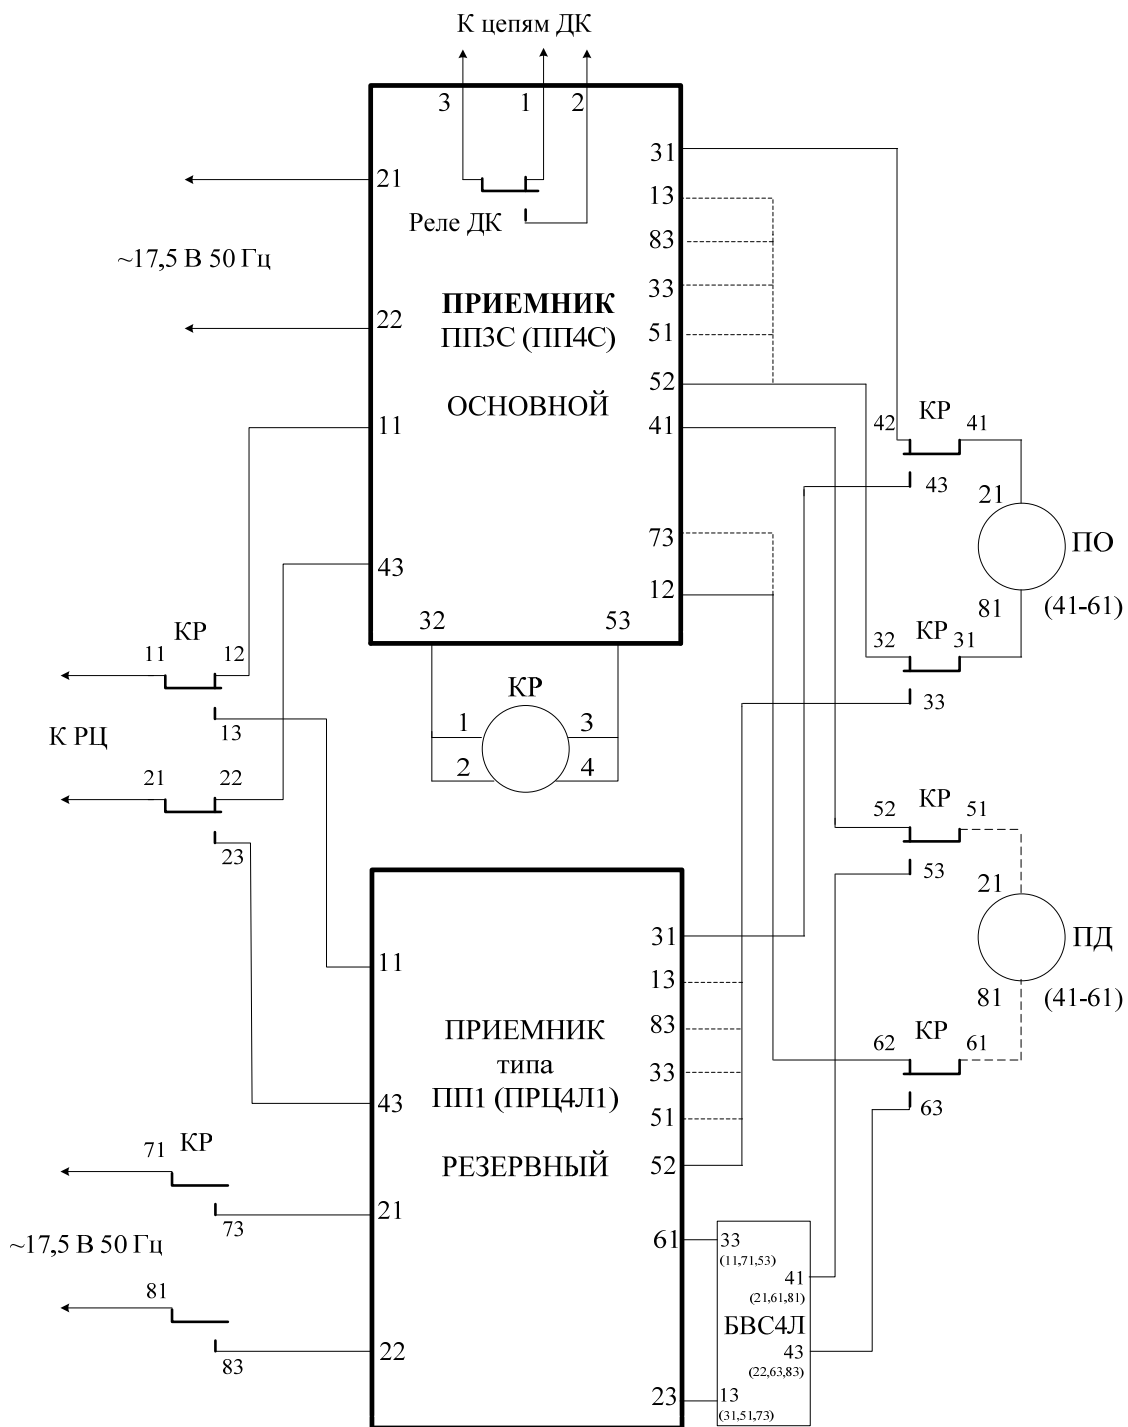

Рисунок 3 - Схема включения приемника ППЗС (ПП4С) с резервированием приемником типа ПП1 (ПРЦ4Л1)
2.8 Включение **приемника** ППЗС (ПП4С) способом 2 (с резервированием приемником типа ПП1 (ПРЦ4Л1)) осуществляется по схеме, представленной на рис.3.